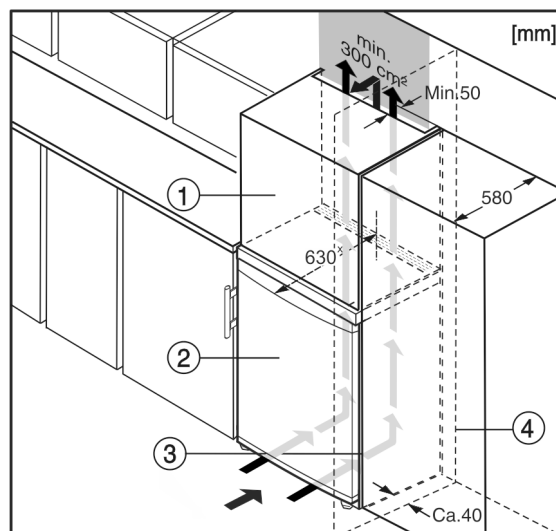

Fig. 10
Zariadenie môže byť zabudované medzi kuchynskými skriňami. Aby sa zariadenie Fig. 10 (2) prispôbilo výške kuchynskej linky, môže sa nad zariadením umiestniť nadstavná skrinka Fig. 10 (1).
Pri vstavaní s kuchynskými skriňami (hĺbka max. 580 mm) je možné zariadenie inštalovať priamo vedľa kuchynskej skrine Fig. 10 (3). Zariadenie vyčnieva nabok 34 mm \* a v strede zariadenia 50 mm \* oproti prednej časti kuchynskej skrine.\*
Ak je zariadenie umiestnené so zavesením vedľa steny *Fig. 10 (4)*, musí vzdialenosť medzi zariadením a stenou činiť minimálne 40 mm. To zodpovedá presahu držadla pri otvorených dverách.\*